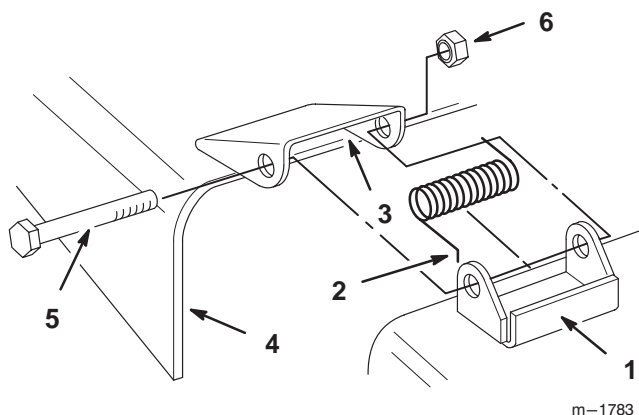

Figure 49
1. Enlevez le contre-écrou, le boulon et le ressort qui fixent le déflecteur aux supports du plateau de coupe (Fig. 49). Enlevez le déflecteur s'il est endommagé ou usé.
2. Placez les ressorts dans les supports du plateau de coupe, les extrémités crochues engagées sur la partie arrière surélevée (Fig. 49).
3. Placez le déflecteur en face des trous des supports et avec les extrémités droites des ressorts dans l'espace sous la charnière et au-dessus du déflecteur (Fig. 49).